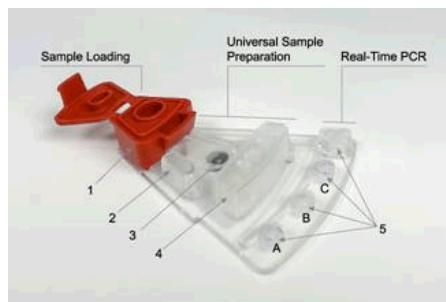

Abbildung 1. Draufsicht auf eine PIE
Revogene automatisiert die PrC-Homogenisierung, Verdünnung, Lyse, DNA-Amplifikation und den Nachweis der amplifizierten PCR-Produkte. Ein Anwendereingriff ist nur erforderlich, um den Probenpuffer aus dem Probenpufferröhrchen (SBT) in die PIE zu übertragen und die PIE in die Revogene-Zentrifuge einzusetzen. Jede Revogene Check-PIE ist eine vollständig integrierte und geschlossene Vorrichtung, in der der Probenpuffer über verschiedene Mikrofluidikkammern und Kanäle verteilt und verarbeitet wird, wodurch eine PrC-Verarbeitung (d. h. Homogenisierung, Verdünnung und Lyse) und nachfolgende Echtzeit-PCR-Schritte möglich sind (**Abbildung 1**). Der Probenpuffer wird durch Zentrifugation aus einer Kammer der Reihe nach in die nächste Kammer übertragen.
- Geben Sie den SB vollständig in die Kammer zur Probenladung der PIE (Abbildung 1). Berühren Sie mit dem DTT nicht die Außenkanten oder den Boden der Kammer zur Probenladung.